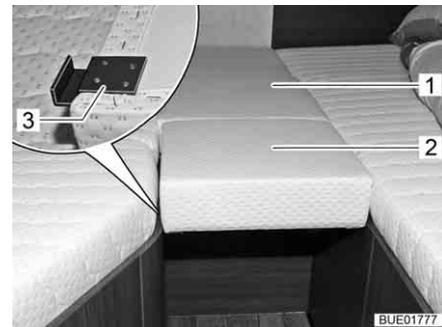

Bild 140 Liegefläche
- Klappbares Zusatzpolster (Bild 140,1) ganz hinten auf die Auflage zwischen die Einzelbetten legen und aufklappen (Bild 140).
- Zusatzpolster (Bild 140,2) mit den vier Halterungen (Bild 140,3) so in die Blenden der Einzelbetten einhängen, dass eine geschlossene Liegefläche entsteht (Bild 140).